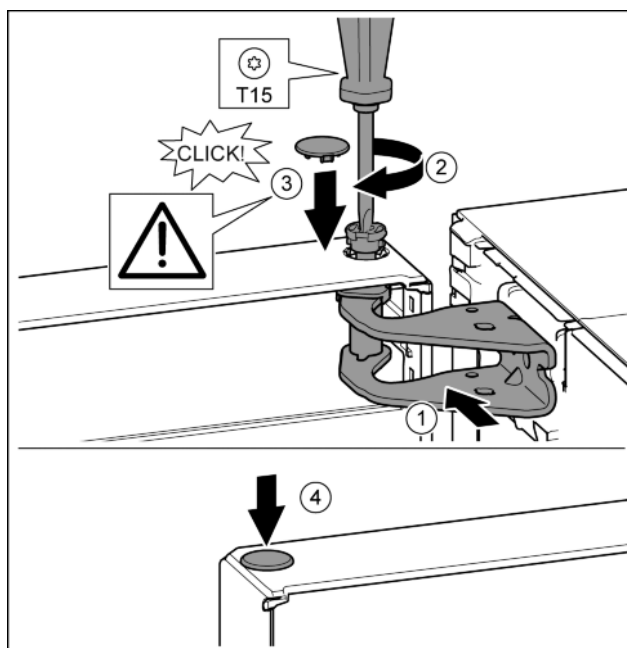

Fig. 17
- ▶ Wyrównać drzwi u góry względem otworu w płycie zawiasu. Fig. 17 (1)
- ▶ Założyć sworzeń i dokręcić śrubokrętem T15. Fig. 17 (2)
- ▶ Zamontować osłonę bezpieczeństwa w celu zabezpieczenia drzwi: Włożyć osłonę zabezpieczającą i sprawdzić, czy przylega ona do drzwi. Ponadto założyć cały sworzeń. Fig. 17 (3)
- ▶ Założyć zatyczkę. Fig. 17 (4)